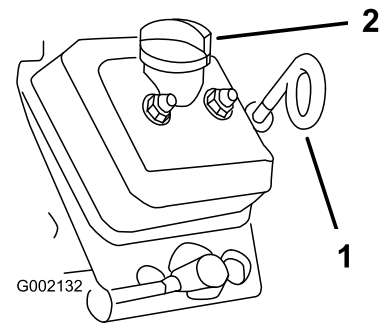

Bild 32
3. Reinigen Sie den Bereich um den Ölpeilstab und Fülldeckel (Bild 32), damit kein Schmutz in Peilstabrohr oder Füllstutzen gelangen und den Motor beschädigen kann.
3. Nehmen Sie den Ölpeilstab heraus und wischen Sie ihn ab (Bild 32).
4. Nehmen Sie den Peilstab heraus und wischen Sie ihn ab (Bild 32).
5. Stecken Sie den Peilstab in das Peilstabrohr und stellen Sie sicher, dass er vollständig eingeführt ist (Bild 32).
8. Setzen Sie den Fülldeckel auf (Bild 32).
9. Stecken Sie den Ölpeilstab vollständig ein (Bild 32).